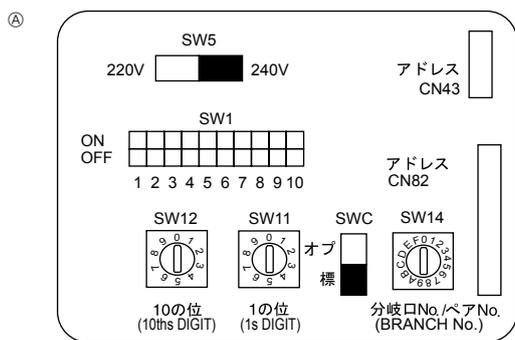

Fig. 7-4
7.5. De aansluitadressen instellen (Fig. 7-4)
④ Adresbord
7.6. De kamertemperatuur oppikken met de ingebouwde sensor in een afstandsbediening (Fig.7-4)